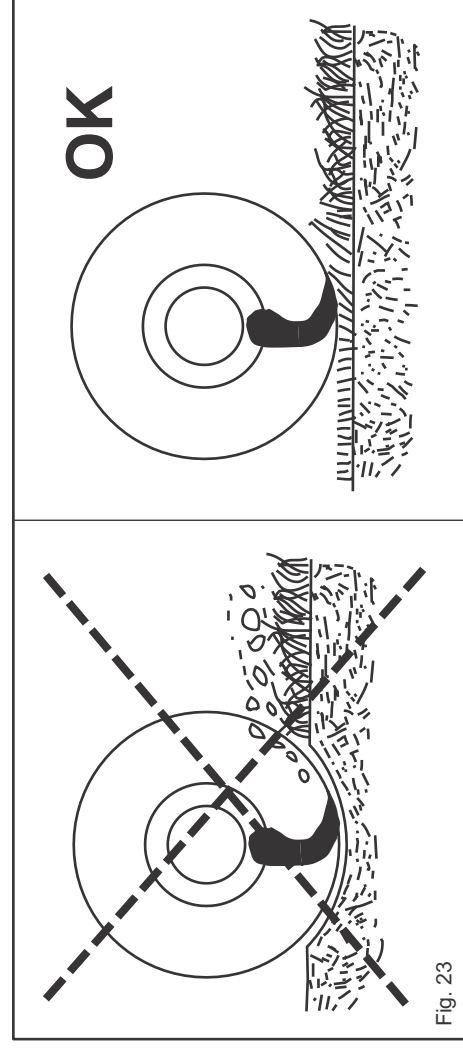

Fig. 23
- Se necessario regolare con il sollevatore l'altezza di lavoro, evitando che gli organi di taglio (coltelli o mazze) vadano a contatto con il terreno (Fig. 23).
- Adjust the work height with the power lift controls if necessary. Remember that the cutting tools (knives or hammers) must not touch the ground (Fig. 23). Modify the speed of the tractor if necessary (see table of recommended speeds).
- Si nécessaire régler la hauteur de travail avec le relevage, en évitant de mettre les organes de coupe (couteaux ou marteaux) en contact avec le sol (Fig. 23).
- Gegebenenfalls mit dem Kraftheber die Arbeitshöhe regeln und dabei vermeiden, daß die Schneidorgane (Messer oder Schlegel) den Boden berühren (Abb. 23).
- Si es necesario regular con el elevador la altura de trabajo, evitando que los componentes de corte (cuchillas o martillos) toquen el terreno (Fig. 23).